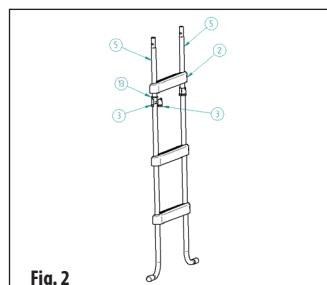

Fig. 2
Prendre le renfort de l'échelle (9) et le visser aux mamelons (8) ou aux coudes (6 et 7) montés à l'étape 1. Monter le renfort du côté de la plateforme (1) à l'aide de 2 vis (10) et de deux écrous de verrouillage (12). Monter les écrous du côté de la plateforme (1) (**fig. 2**).
REMARQUE : procéder depuis l'extrémité inférieure du pied en direction du haut. Veiller à ce que les marches soient toujours orientées de la même façon par rapport aux pieds. Il ne sera plus possible de les démonter sans les endommager une fois le montage réalisé. Les pieds sont symétriques, mais leur courbure inférieure doit être tournée vers l'extérieur (**fig. 2**).
Poser le manchon en deux parties [3] sur le pied [5] au niveau du renflement (**fig. 2**) et sécuriser avec la bague en caoutchouc [13]. Introduire par le haut la marche sur le manchon [2] jusqu'à ce que les verrous du manchon s'enclenchent dans l'extrémité supérieure de l'orifice de la marche.